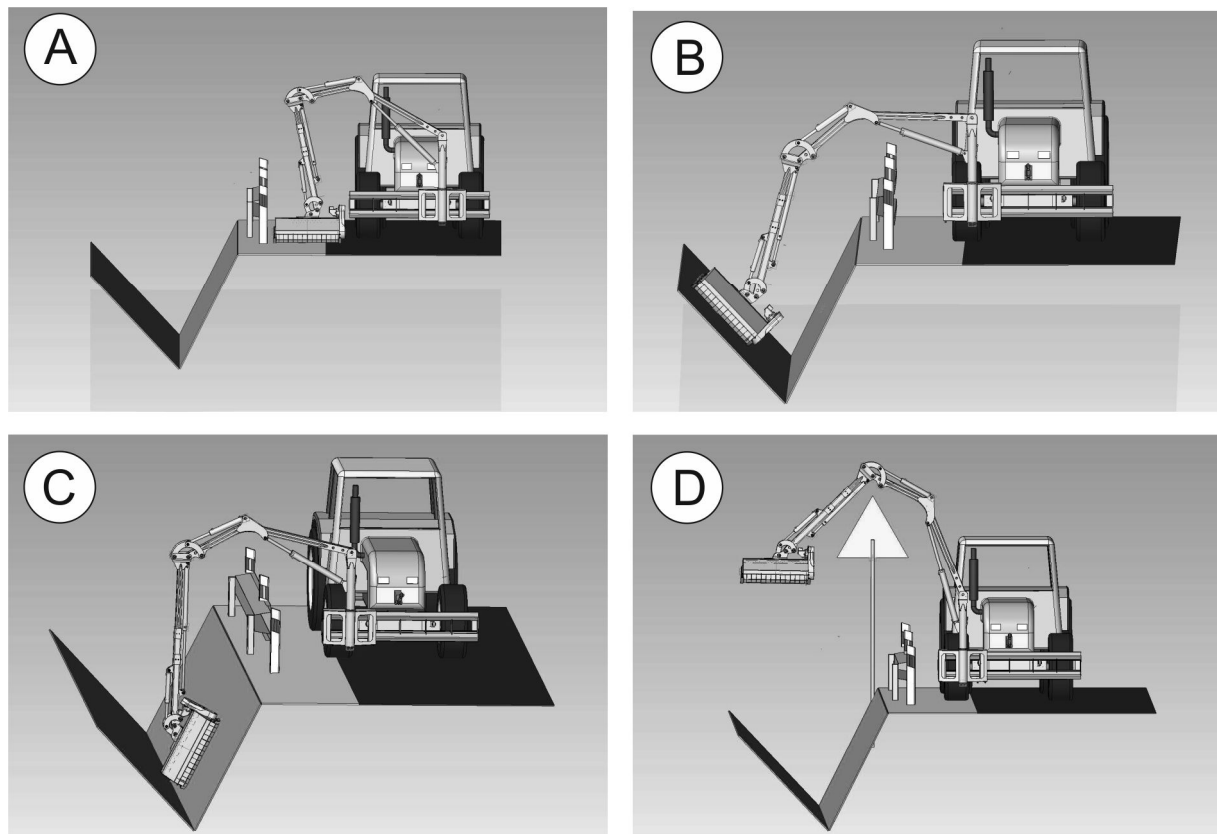

РИСУНОК 4.4 Установка головки для кошения в рабочее положение
- управляя соответствующими гидравлическими контурами на тракторе, установить плечи универсальной стрелы так, чтобы головка для кошения оказалась на месте кошения (РИСУНОК 4.4)